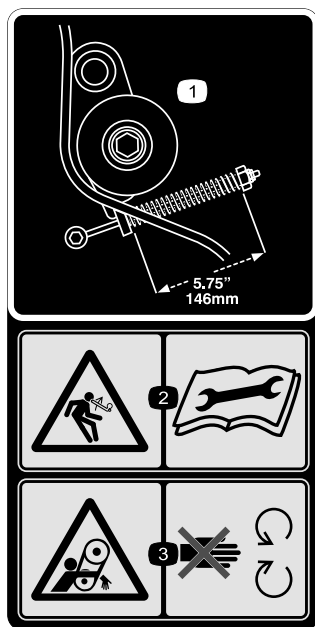

Figure 28
1. La tension correcte des courroies est obtenue en comprimant le ressort de la poulie de tension à 146 mm (5,75") (Figure 28).